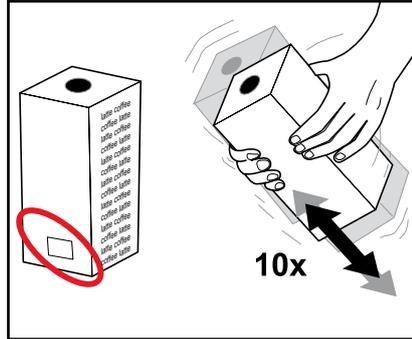

Fig. 2
- Respectez toujours la date limite de conservation imprimée sur le conditionnement (fig. 2).
2. Secouez les packs de produit au moins 10 fois avant de les placer dans le distributeur (fig. 2).